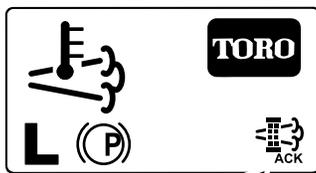

Figure 60
8. L'InfoCenter affiche l'écran d'accueil et l'icône de confirmation de la régénération (Figure 60) apparaît en bas à droite de l'écran pendant le processus de régénération.